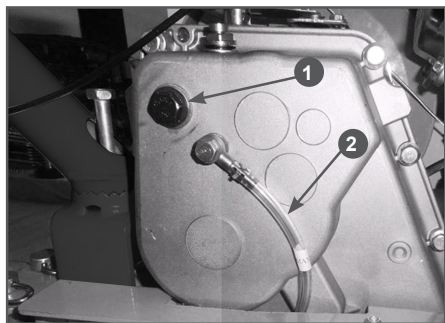

Рис. 13 Заправка масла в коробку передач
- Открутите пробку 1 маслосазливного отверстия. Пробка находится справа в верхней части корпуса коробки передач (Рис. 13).
- Уровень масла в коробке передач контролируется с помощью специальной трубки 2 (Рис. 13). На трубке нанесены две метки «MAX» и «MIN». Уровень масла в коробке передач должен быть по верхнюю метку «MAX» на трубке. При необходимости долейте масло до требуемого уровня.